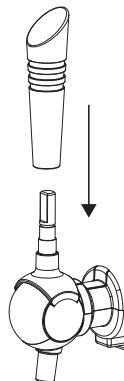

Fig.1
- Fissare la maniglia sul rubinetto, prestando attenzione affinché sia saldamente installata (fig. 1).